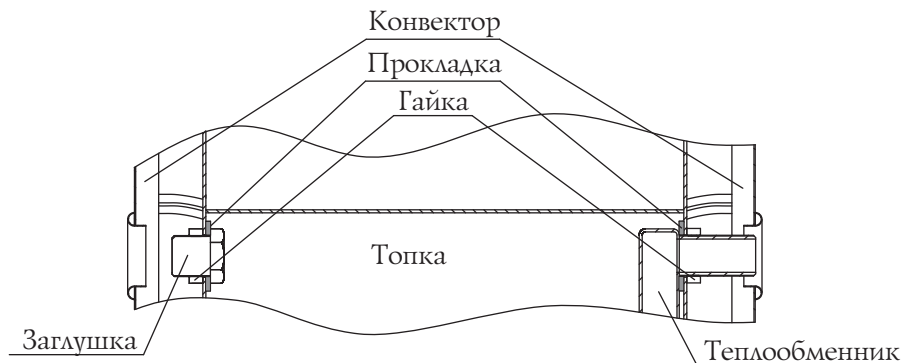

Рисунок 9. Демонтаж теплообменника и заглушек печи «Гейзер 2014»
3. Снять теплообменник (рисунок 9) раскрутив гайки 2 шт. и вынув его из отверстий, прокладки остаются на штуцерах;